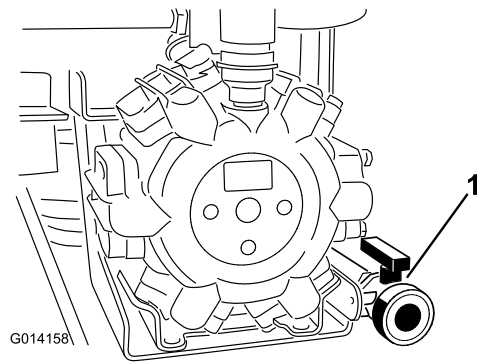

Bild 22
2. Ermitteln Sie das Ablassventil des Behälters hinten an der Maschine (Bild 22). Das Ventil befindet sich hinter der Pumpe und ist an der Stützhalterung montiert.